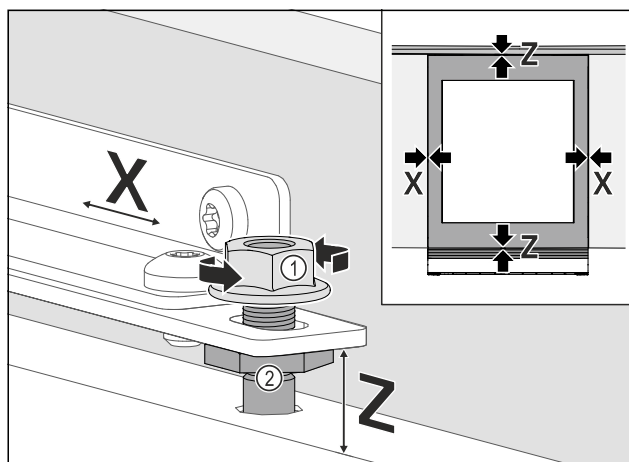

Fig. 76
- Aligner latéralement la porte du meuble : desserrer les contre-écrous Fig. 76 (1), pousser la porte du meuble dans la direction X.
- Serrer les contre-écrous Fig. 76 (1).
- Régler la porte du meuble à la hauteur Z et ajuster l'inclinaison latérale : Ajuster les boulons de réglage Fig. 76 (2).